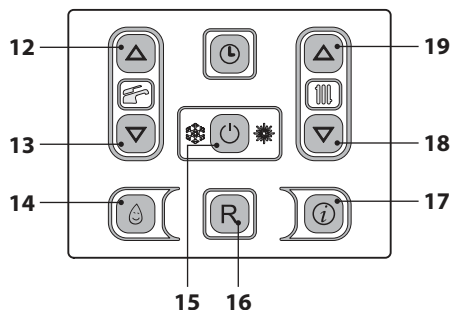
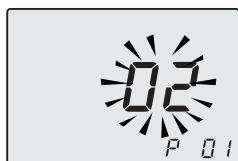

Figura 5.41
Figura 5.42
- Entre en la "modalidad de programación" pulsando simultáneamente durante 10 segundos los botones 15 - 18 - 19 (Figura 5.41) hasta que aparezca en el display LCD las letras **P01** y el valor del parámetro, indicando que se ha entrado en el "parámetro 01" (Figura 5.42).
- Pulsando el botón 15 (Figura 5.41) se confirma el valor introducido.